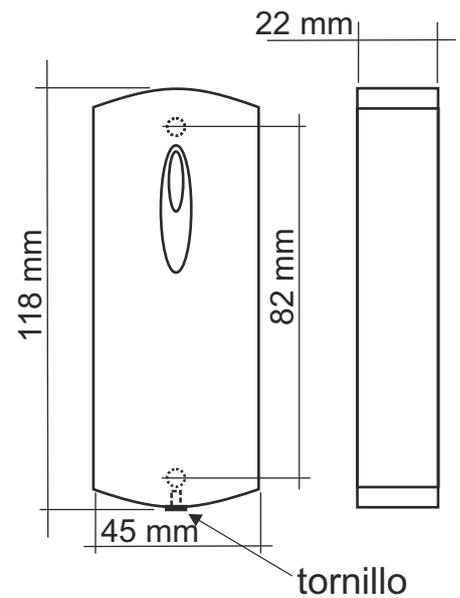

Figura 2. Medidas del dispositivo.
1. marque y taladre los orificios de montaje (figura. 2),